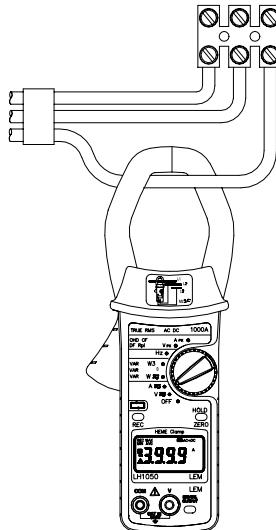

Fig. 2
- Appuyer sur la poignée pour ouvrir les mâchoires puis placer la pince autour du conducteur de courant comme illustré dans la Fig. 2.
- Pour mesurer la fréquence du courant, appuyer sur la poignée pour ouvrir les mâchoires puis placer la pince sur le conducteur de courant, comme illustré dans la Fig. 2 et lire l'affichage.